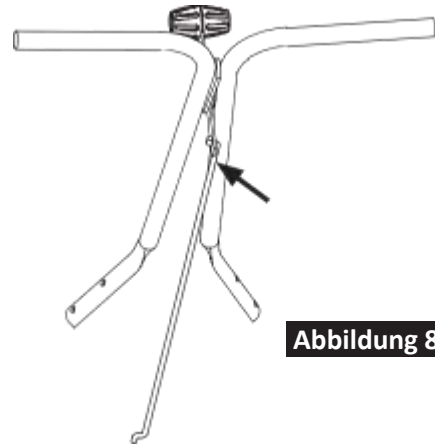

Abbildung 8
8. Befestigen Sie das Verbindungsstück zum Hebel, wie in Abbildung 8 angezeigt.